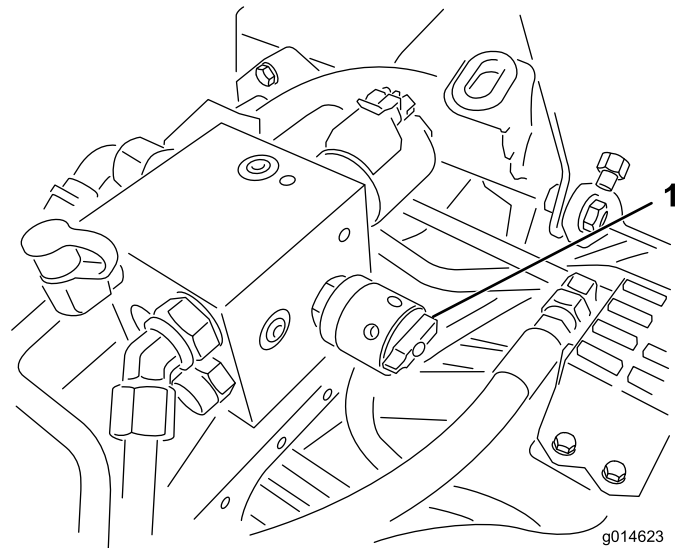

Bild 53
6. Drehen Sie den Spindeldrehzahlregler auf 1 (Bild 53).